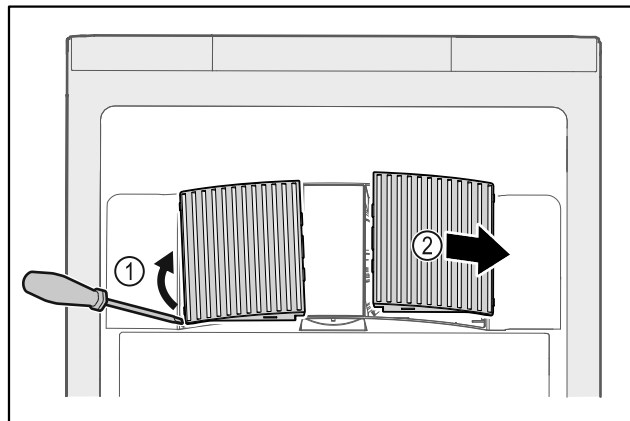

Fig. 141
- ▶ Ventilatoriaus uždangalus atsargiai nukelkite iš šono Fig. 141 (1) ir nuimkite į priekį Fig. 141 (2).